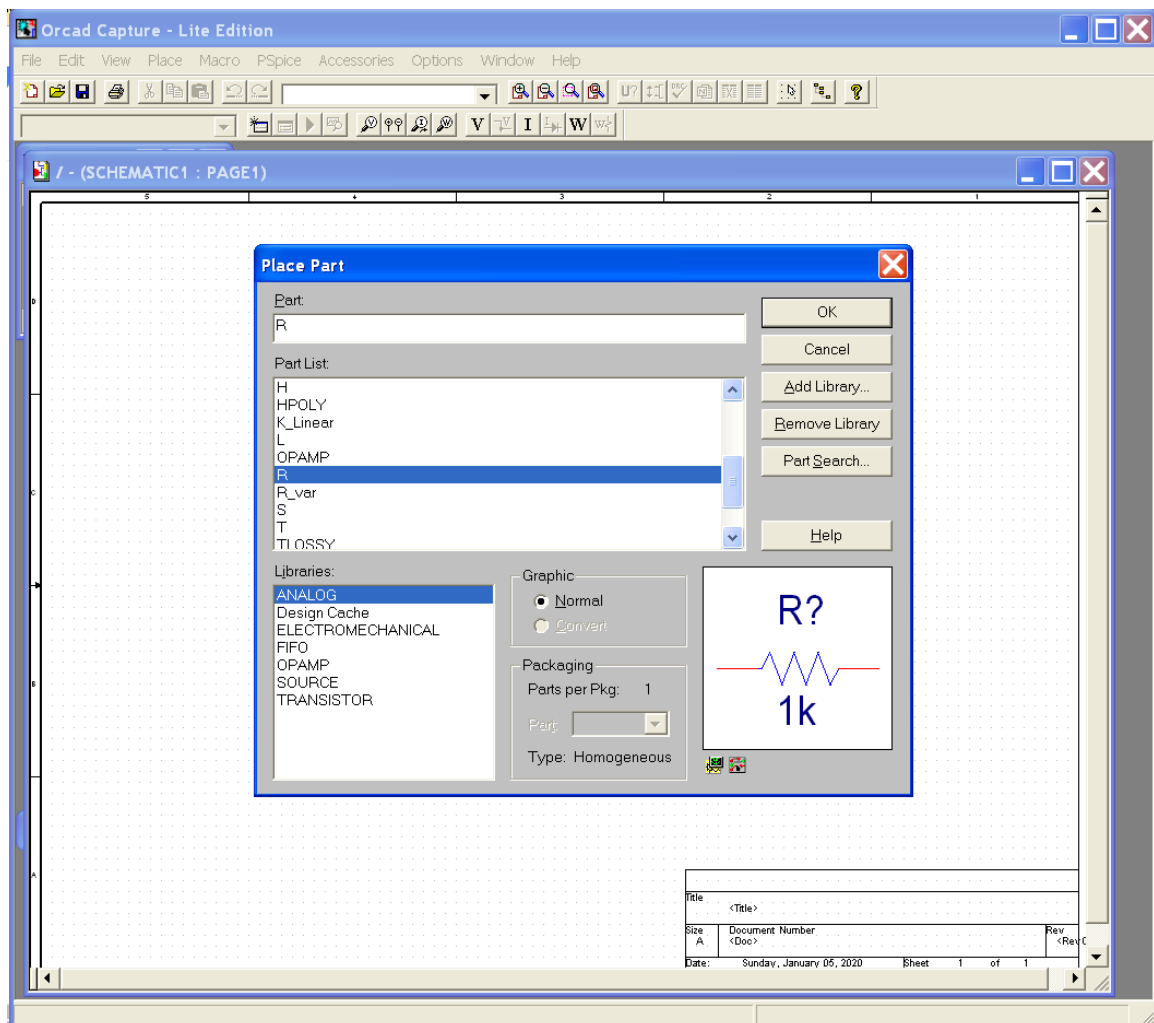

图 7. Place→Part
1) Place→Part, 可见到下面图 7.
2) Add Library -> 装入 ANALOG.lib, 可见到图 7 中的各种元件, 如 R, L, OPAMP 等.